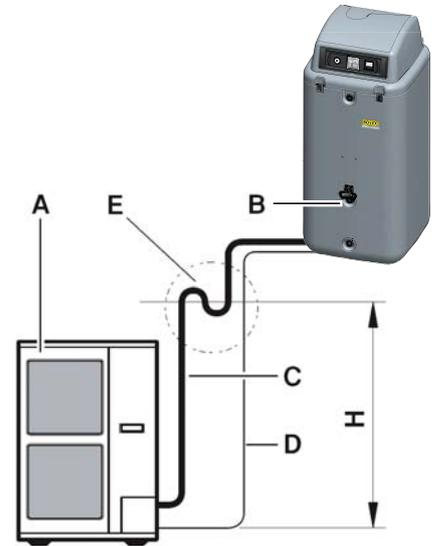

Figura 2-16 Curva di rialzo del gasolio tubo del refrigerante
- Ogni 10 m di differenza di altezza va installata una curva di rialzo per il gasolio (Figura 2-16, H = distanza da una curva all'altra).